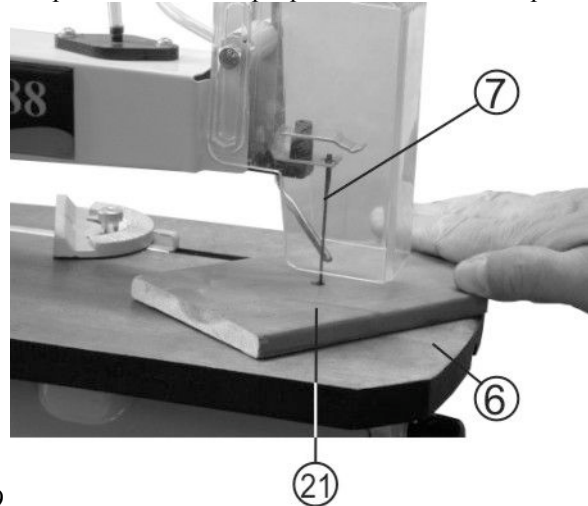

Рис.9
11.2.3. Просверлите отверстие 6 мм в заготовке (22) в части, которая будет выпилена, Рис.9.
11.2.5. Установите заготовку (22) на рабочий стол (6), Рис.9.
11.2.6. Вставьте пильное полотно (7) через просверленное отверстие, Рис.9.